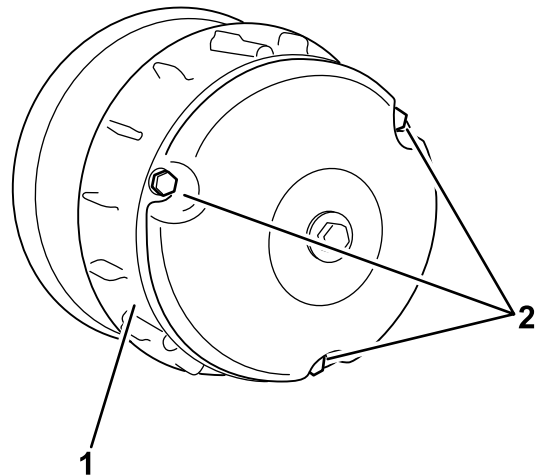

Figura 60
2. Retire os 3 parafusos que fixam a tampa à embraiagem e retire a tampa (Figura 60).
4. Coloque a tampa da embraiagem e fixe-a com os 3 parafusos (Figura 60) que retirou em 2.